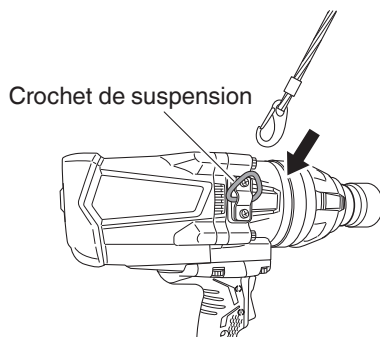

Fig. 7
7. Utilisation du crochet de suspension (WR25SE) (Fig. 7)